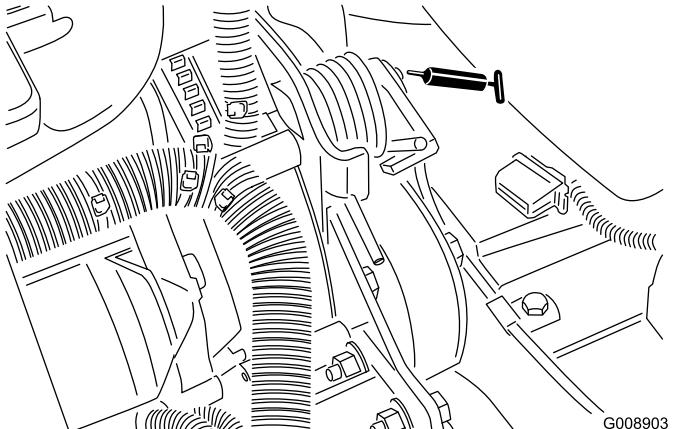

Bild 48
- Riemenspannungsdrehbüchse (Bild 48)